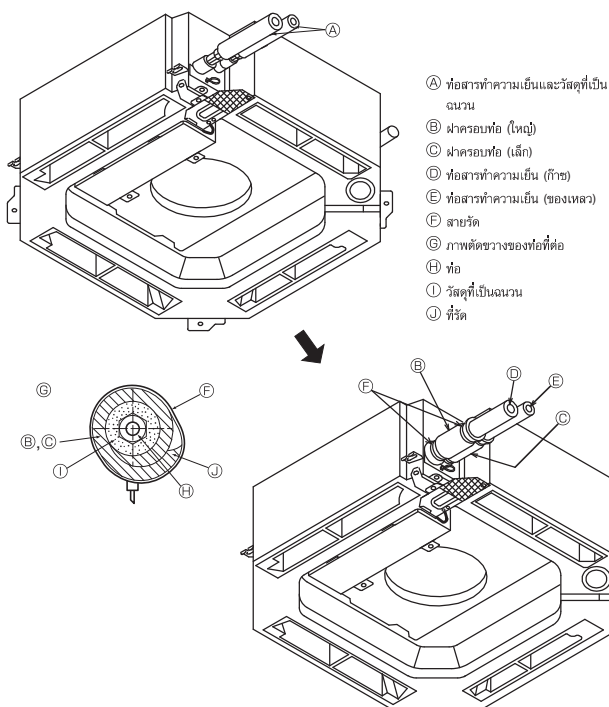

Fig. 4-2
1) เครื่องติดตั้งภายใน (Fig. 4-2)